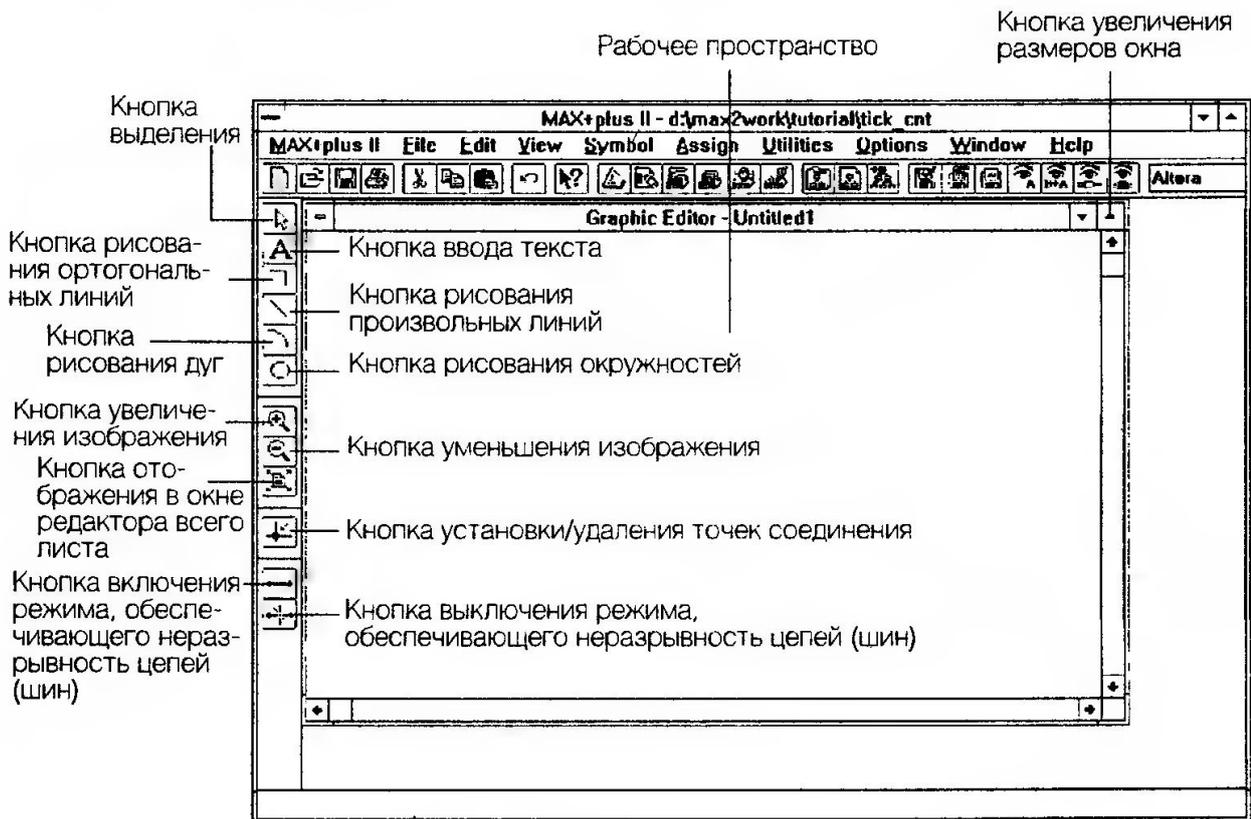

Рис. 2.6
Откроется окно графического редактора без названия, как показано на рис. 2.6.
- ✓ щелкните кнопку 1 на значке рисования ортогональных линий (рис. 2.6).